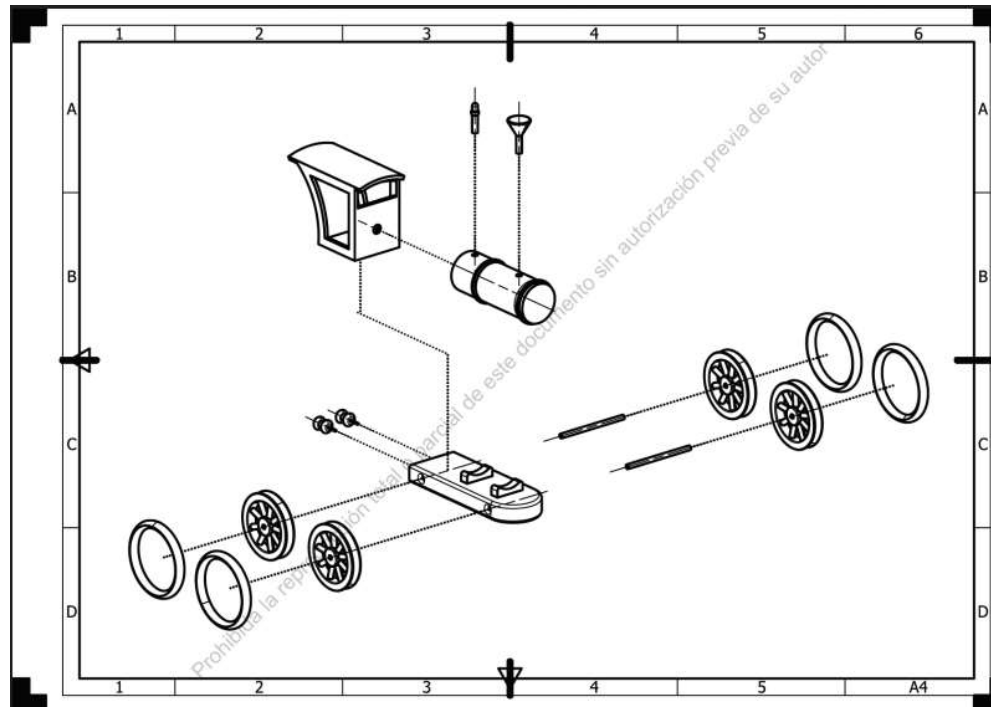

Figura 3
1. Obtener el ensamble del tren que se muestra en la figura 3.